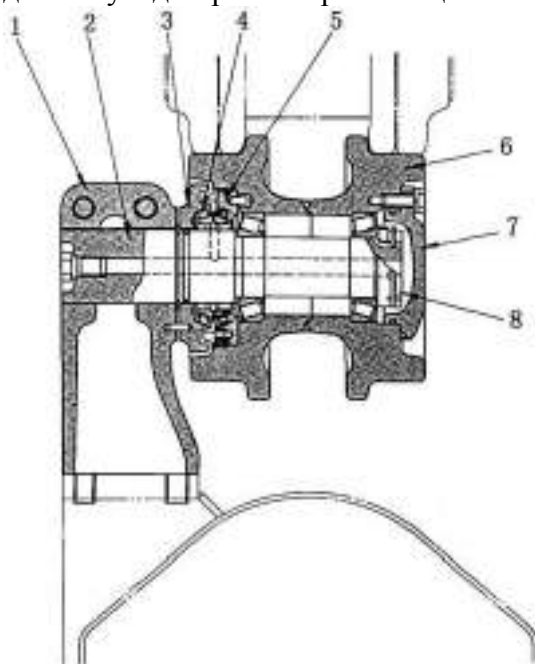

Рис. 5-45
4. Поддерживающий каток (Рис. 5-45)